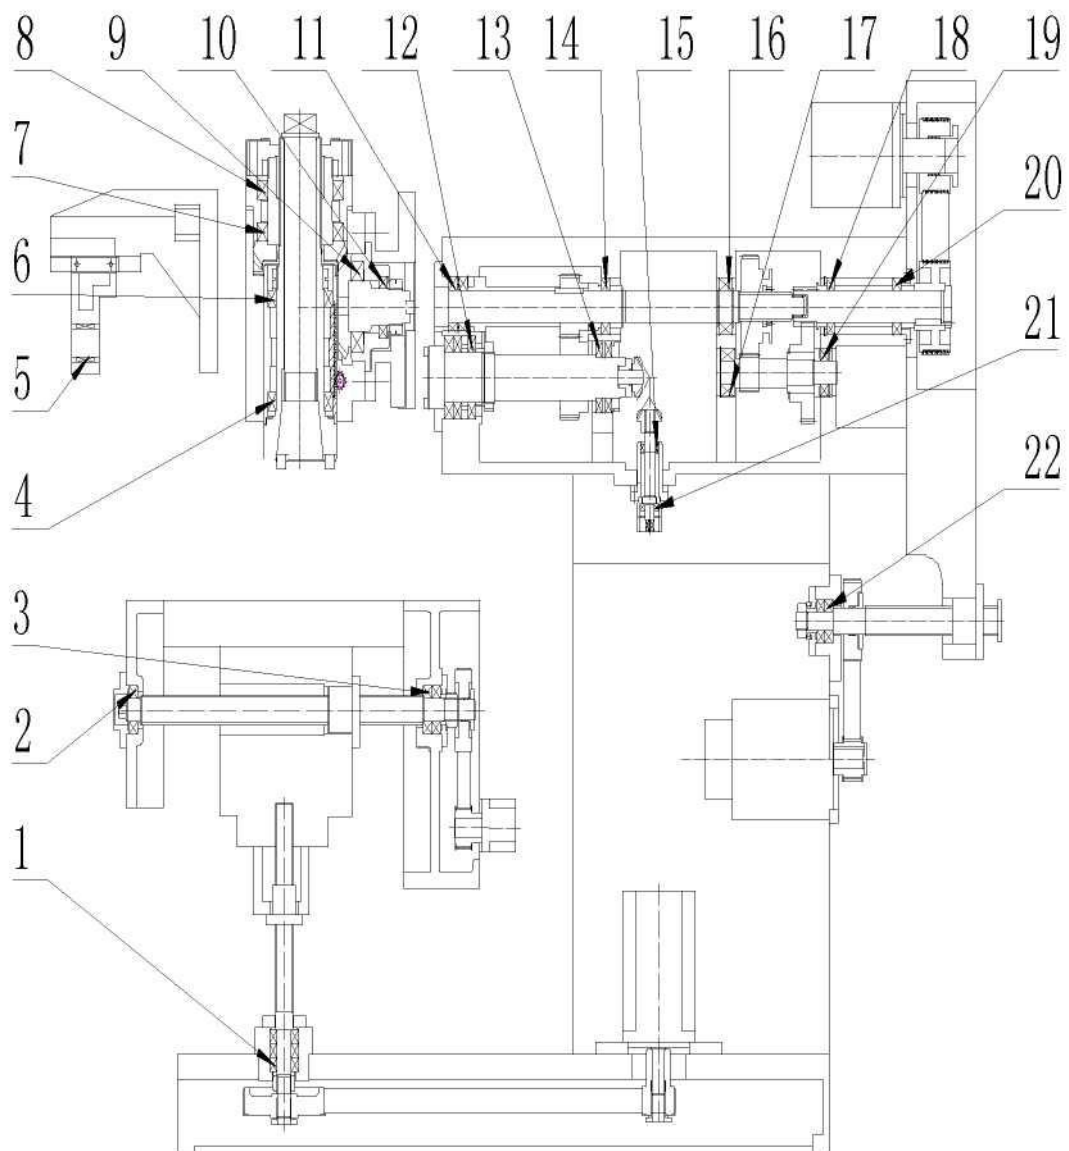

Рис. 12: Распределение подшипников системы трансмиссии
9. Перечень роликовых подшипников (см. рис. 12)